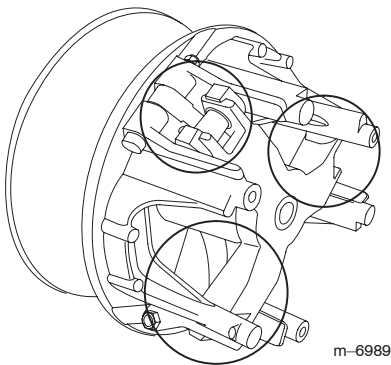

Figura 54
6. Lubrique las piezas en movimiento en las zonas indicadas en la Figura 54 usando Spray Lubricante Seco de Toro, disponible a través de su Distribuidor Autorizado Toro.